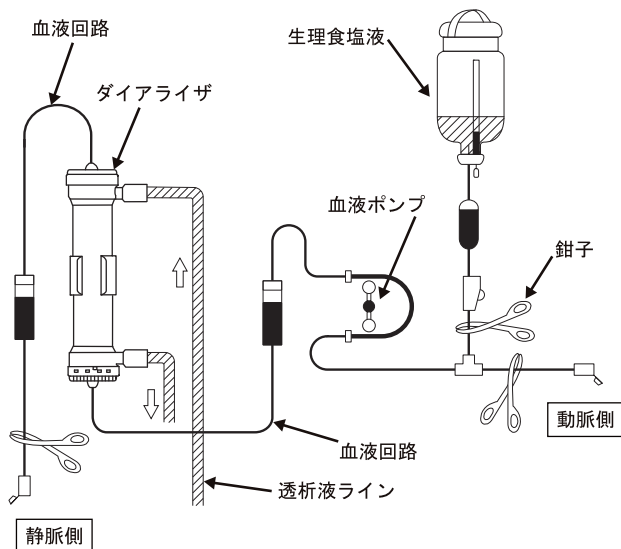

図2 透析前準備及びプライミング時の回路への接続図
- 8) 必要部分を鉗子などでクランプし、血液回路にねじれや折れが無いことを確認して透析準備が完了します。(図2参照)